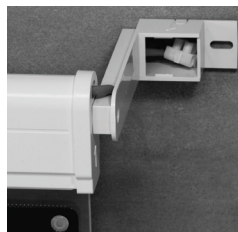

Abb. 3.
Für die Wandmontage sollte die Kunststoffhalterung verwendet werden, die am Hauptkörper der Leuchte in der 90-Grad-Position befestigt wird (s.h. Abb. 3).
s.h. Abb. 3 für die Wandmontage
Die Halterung mit der Nummer 1 enthält auch das kleine Gehäuse für die Klemmleiste für den elektrischen Anschluss an das Stromnetz (s.h. Abb. 3).